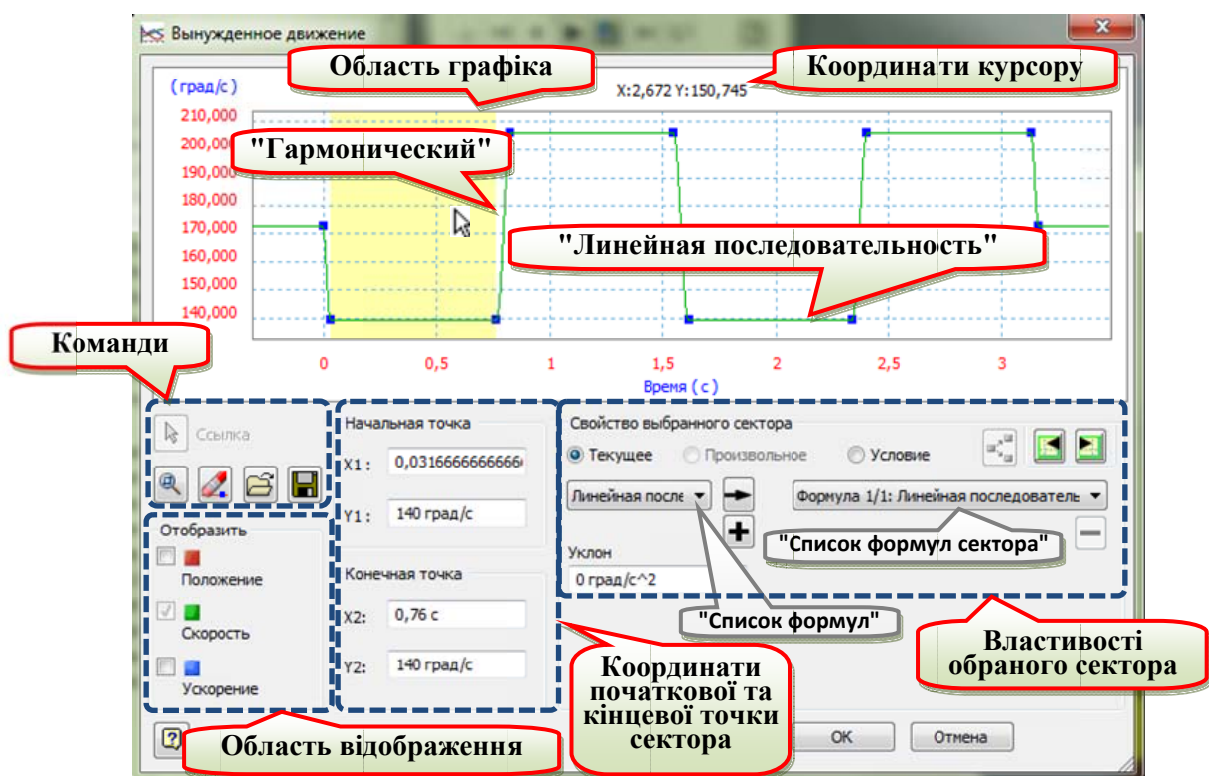
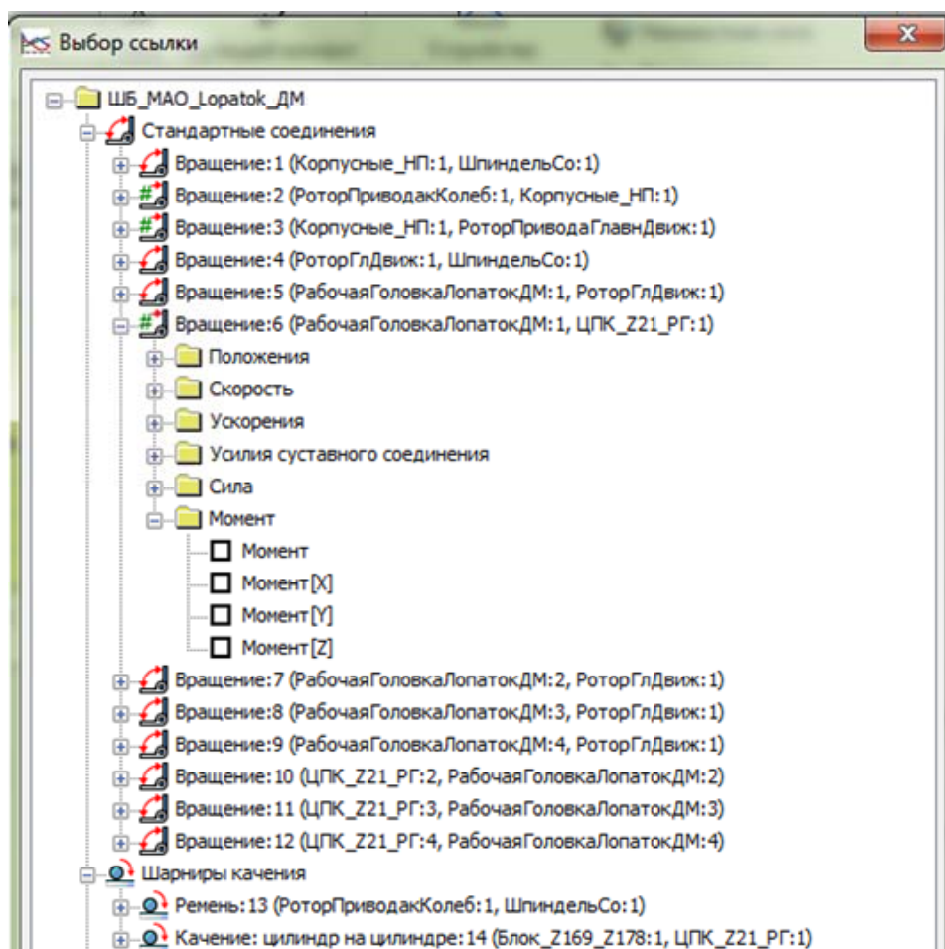

Рис. 6.7. Діалогове вікно пристрою графічного введення
Рис. 6.8. Діалогове вікно команди "Ссылка"
Діалогове вікно ПГВ складається з наступних елементів (рис. 6.7):
Область графіка. Положення курсору в області графіка відображається у вигляді координат X і Y над самим графіком (рис. 6.7). По осі X, зазвичай, відкладається змінна часу. Для змінних, що відкладаються по осі Y, наприклад внутрішні або зовнішні сили, моменти, параметр жорсткості пружини (окрім вимушеного руху), в якості змінної осі X можна використати будь-які вихідні змінні. Крива ділиться на сектори, а сектор є областю між двома точками. При виборі певного сектора кривої він стає жовтим.
-  "Показать рамкой" – ця команда діє як і аналогічна команда інших модулів Inventor і знаходиться в області команд (рис. 6.7).
Вибір опорної змінної для кривої. Опорна змінна для кривої відкладається по осі X. За умовчанням опорною змінною є час (рис. 6.7), проте її можна змінити для усіх кривих, окрім тих, які визначають вимушений рух. Для вибору опорної змінної потрібно клацнути кнопку  "Ссылка". В діалоговому вікні "Выбор ссылки" відображаються усі системні змінні, які можна використати в якості опорних (рис. 6.8). В діалоговому вікні "Выбор ссылки" можна розгорнути потрібний пункт і вибрати змінну, яку необхідно використати в якості опорної для цієї кривої. Прикладом такої необхідності може бути залежність навантаження на пуансон преса від його положення.
Область відображення. Група прапорців "Отобразить" (рис. 6.7) доступна тільки при використанні діалогового вікна ПГВ для визначення значень вимушеного руху. До неї входять:
Початкові і кінцеві точки сектора. Ця група полів (рис. 6.7) введення відображається за наявності активного сектора кривої. Активна (вибрана) точка відображаються на кривій червоним кольором, неактивна - синім.
"Выбор ссылки" (рис. 6.8). Клацання на посиланні "равно" приводить до виведення списку операторів відношення, на посиланні "значение" – до відкриття вікна введення значення. Одиниці вимірювання вибираються автоматично. Якщо необхідно додати додаткові умови, потрібно клацнути значок  і повторити попередні дії. Якщо необхідно видалити одну або декілька існуючих умов, потрібно клацнути значок  і вибрати умову, яку необхідно видалити. З'являться дві додаткові команди. Якщо умова вибрана для видалення, потрібно клацнути на кнопці  і підтвердити видалення у вікні повідомлення, що відкрилося. Щоб закрити список додаткових умов, натисніть кнопку . Сила застосовується тільки після перевірки умови. Для вимушеного руху ступінь свободи звільняється після перевірки умови.